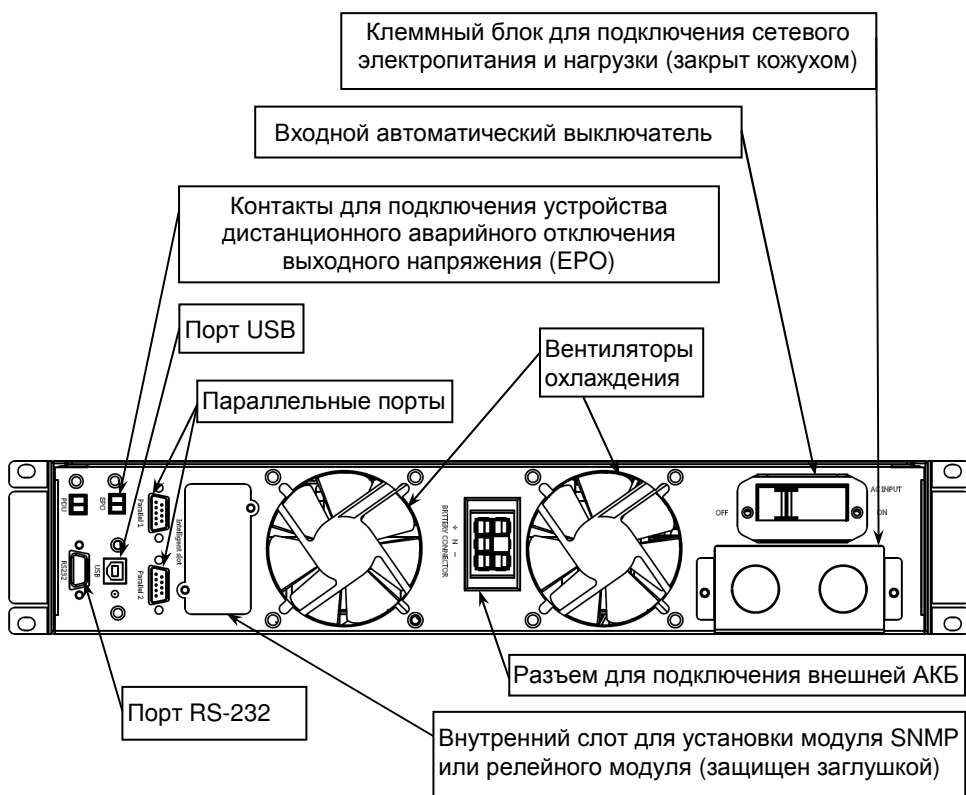

Рисунок 2 — Общий вид задней панели изделия.
**На задней панели изделия** расположены: клеммный блок для подключения цепи заземления, сетевого напряжения электропитания и нагрузки, разъём для подключения внешней аккумуляторной батареи, вентиляторы охлаждения и разъёмы коммутационных портов (см. рисунок 2).
- Переведите выключатель АКБ (SF) во включенное положение.
- Включите входной автоматический выключатель, расположенный на задней стенке корпуса изделия (см. рисунок 2):